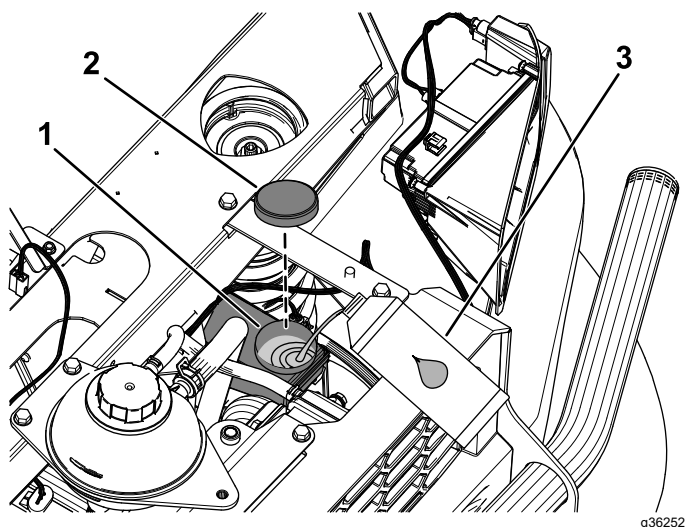

Figure 122
4. Soulevez le capot pour accéder au maître-cylindre de frein et au réservoir (Figure 122).
- A. Nettoyez la surface autour du bouchon du réservoir et enlevez le bouchon (Figure 122).
- C. Remettez le bouchon du réservoir (Figure 122).